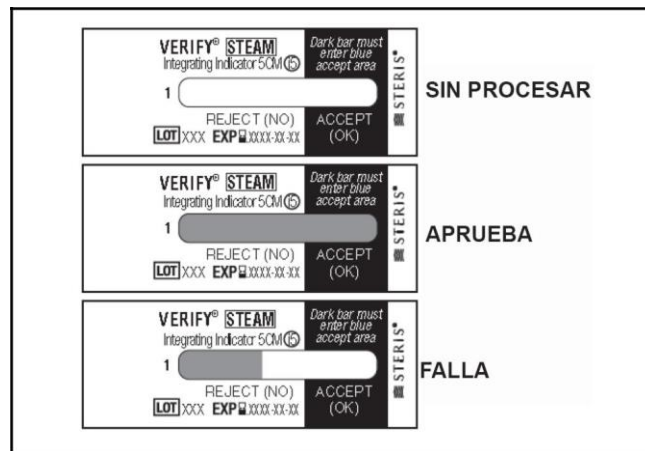

Figura 1. Guía para la interpretación de la tira de indicador integrable
4. Revise en la tira de indicador integrable que los resultados hayan pasado la prueba (consulte la **Figura 1**). Si la pasan, abra el PCD y retire el IB.